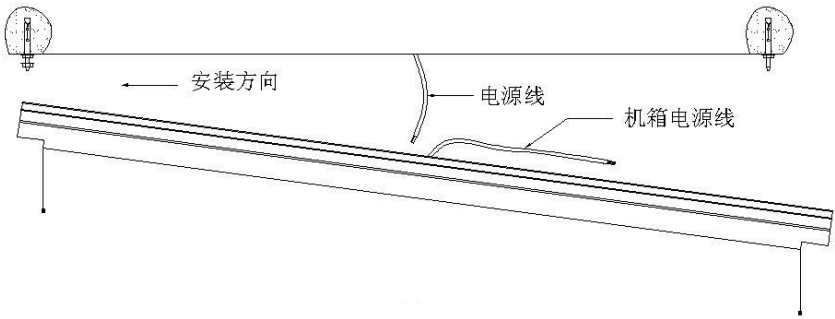

图 7
5、小心托起主机，将主机一端插在两个膨胀螺丝的垫片上，接着托起另一端把垫片及螺母装上锁紧，然后，再把第一端的螺母拧紧，如图 7 所示。